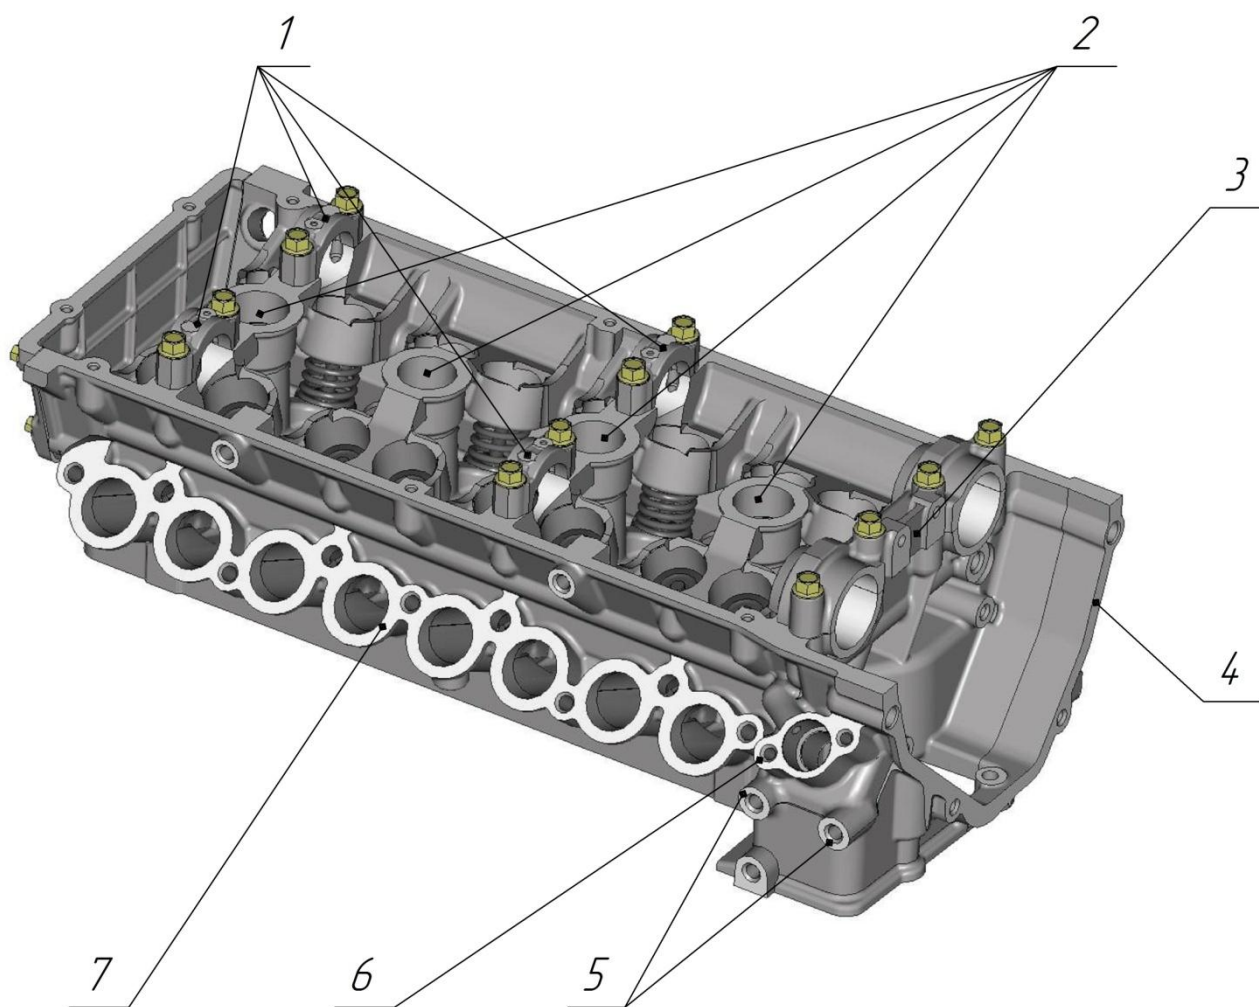

Рис.10. Головка цилиндров. Вид на фланец впускной трубы, на верхнюю плоскость и на фланец передней крышки:
**Головка цилиндров** (рис.10,11). Головка цилиндров отлита из алюминиевого сплава, имеет два впускных и два выпускных клапана на каждый цилиндр. В верхней части головки цилиндров размещены два распределительных вала. Крышки опор распределительных валов 1 (рис.10) обрабатываются в сборе с головкой цилиндров и поэтому они не взаимозаменяемы. Крышки опор валов должны устанавливаться в соответствии с выбитыми на них порядковыми номерами, при этом ориентируясь определенным образом.